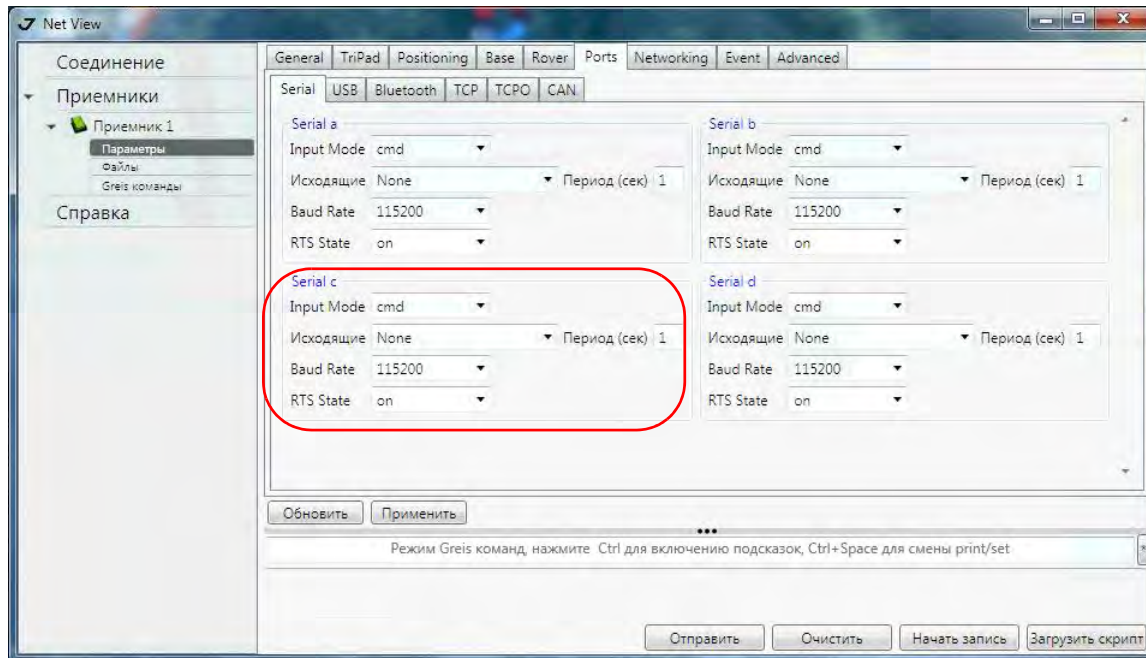

Рисунок 21. Настройки базы и ровера для RTK съемки – Ports
8. Для съемки в режиме RTK перейдите в закладку *Ports* произведите настройки следующих параметров (Табл. 7), затем нажмите *Применить* (Рис. 21 на стр. 32).